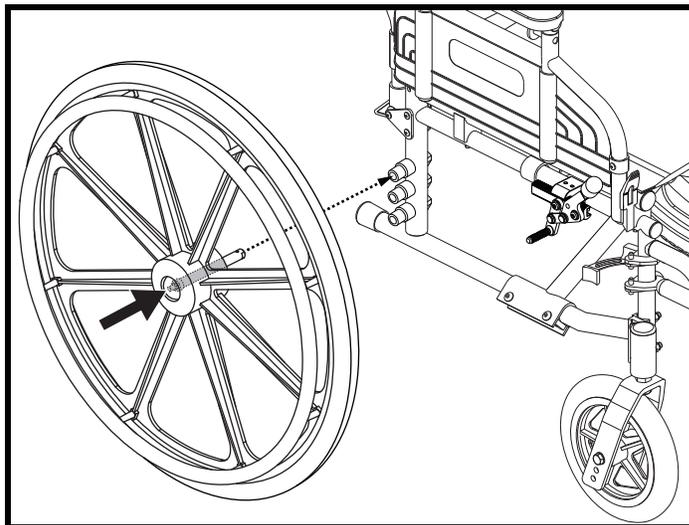

Figure 11. Bouton de détente rapide de la roues
1. Retirez la roue motrice. Pesez sur le bouton de détente rapide et enlevez la roue. Voir la figure 11.